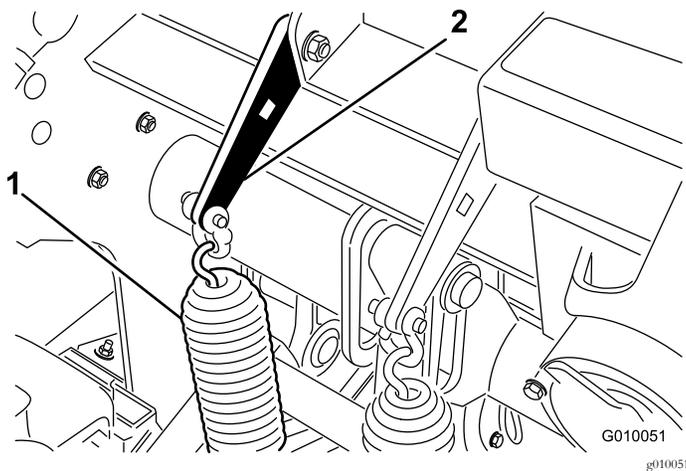

Figura 36
2. Allentate i dadi dei bulloni a testa tonda che fissano le foglie delle molle a balestra alla testa di carotaggio (Figura 36). Non toglierli.